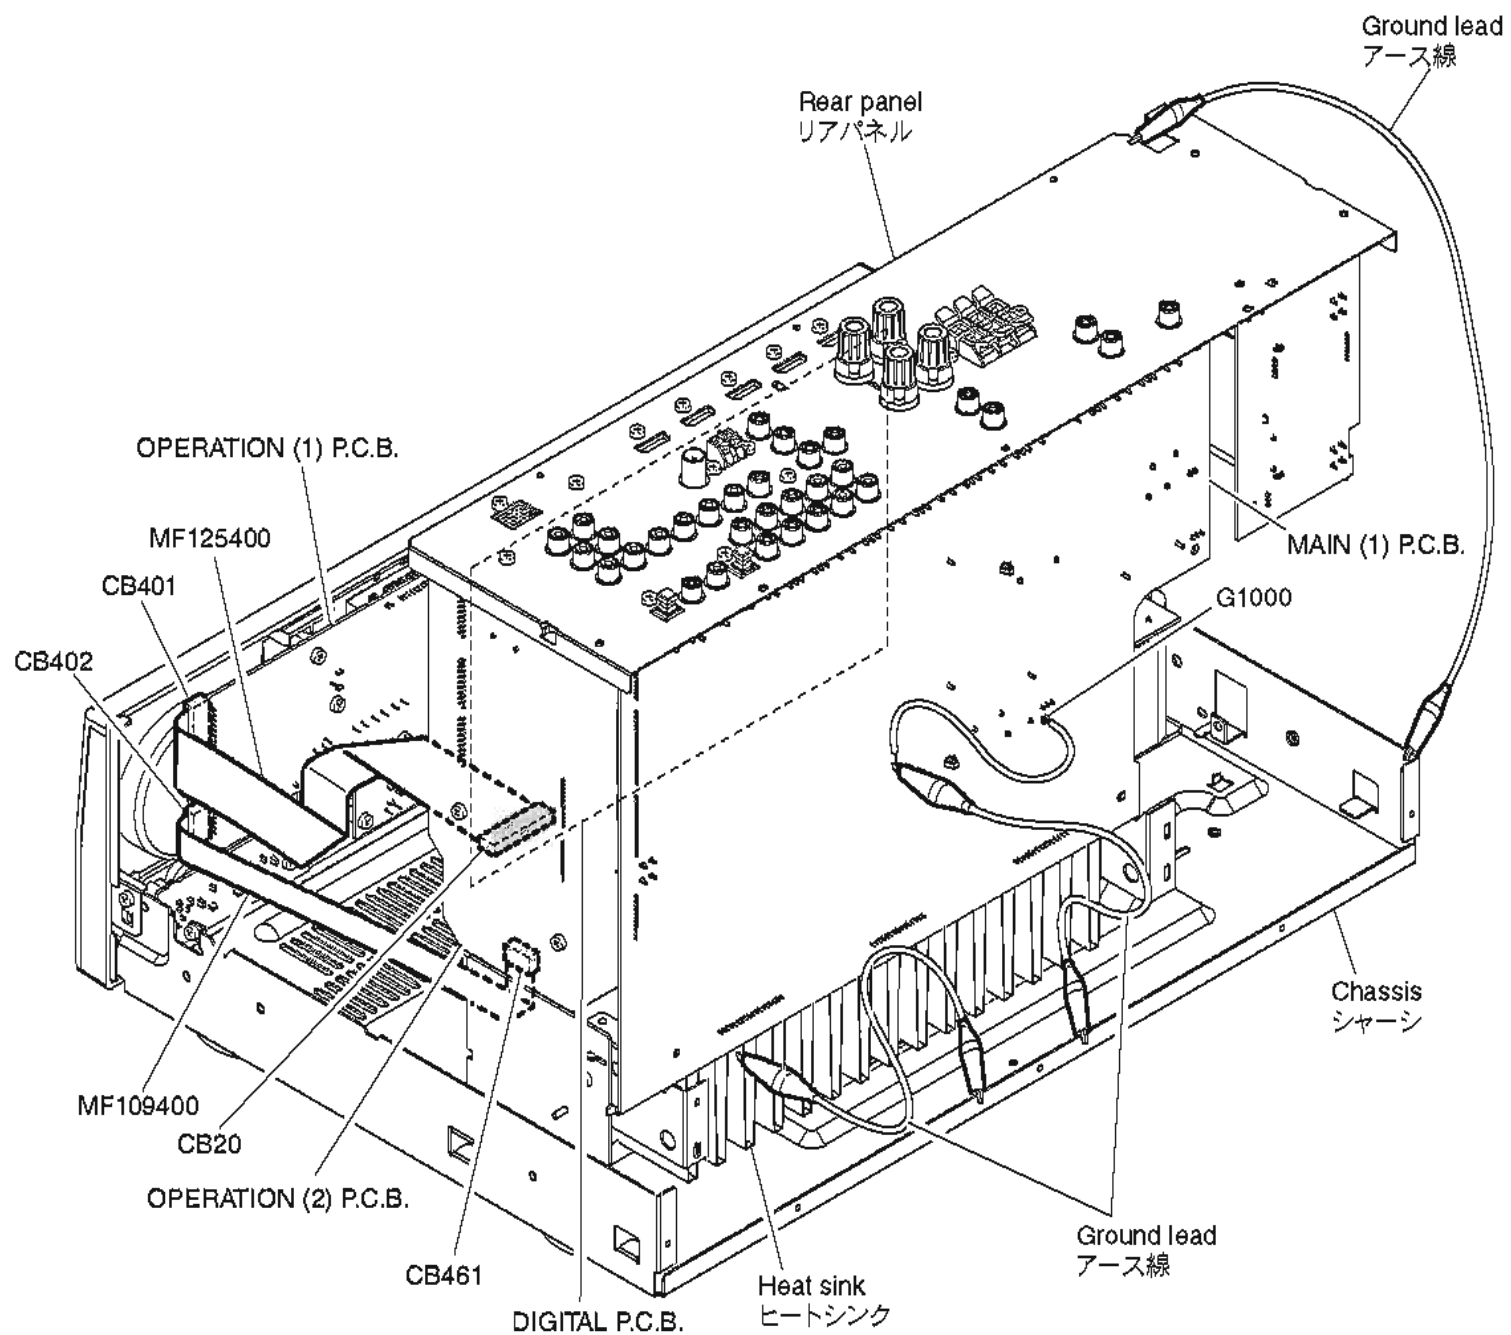

Fig. 3
- Place the P.C.B.s (with rear panel) upright. (Fig. 3)
- Connect the ground points of the heat sink, rear panel and MAIN (1) P.C.B. (G1000) to the chassis with a ground lead or the like. (Fig. 3)
- リアパネルと一緒に P.C.B. を立ち上げて置きます。(Fig. 3)
- ヒートシンク、リアパネル、MAIN (1) P.C.B. の G1000 のアースをリード線等でシャーシに接続してください。(Fig. 3)